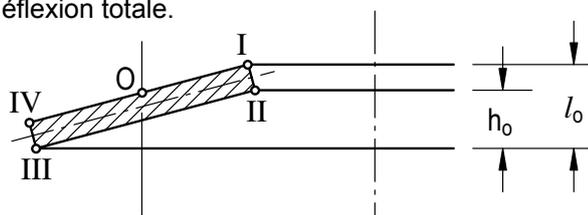

Figure 2
Une charge statique est définie comme étant le fait d'appliquer une charge constante ou une charge changeant à des intervalles de temps relativement longs, ne dépassant pas les 10 000 cycles dans la vie du produit. Pour les applications statiques, la plus forte contrainte calculée à mi-hauteur de la surface supérieure de la rondelle ressort est essentielle. (Indiqué par le Point 0 sur la Figure 2.) À ce point, la plus forte contrainte calculée ne devrait pas dépasser la résistance à la traction approximative du matériau (1400-1600 N/mm²) lorsque la rondelle est en position plate. Des rondelles ressort standard peuvent être utilisées dans des conditions de charge statique sans qu'il soit nécessaire d'effectuer des calculs théoriques si la déflexion reste inférieure à 75% de la déflexion totale.
Une contrainte résiduelle de traction liée à la fabrication apparaît sur le bord supérieur du diamètre intérieur de la rondelle, indiqué comme Point I sur la Figure 2 :
1. Sur les rondelles ressort non chargées, la contrainte résiduelle de traction liée à la fabrication se produit au Point I indiqué sur la Figure 2. Le préchargement de la rondelle change la contrainte de traction du Point I en une contrainte de compression. Le fait de maintenir la partie supérieure de la rondelle sous une contrainte de compression réduit le risque de propagation de fissure. Les changements de contraintes de traction à contrainte de compression limitent fortement la résistance à la fatigue de la rondelle ressort. La rondelle ressort doit être soumise à une pré-charge d'au moins 15% de la déflexion totale pour éliminer la contrainte de traction.